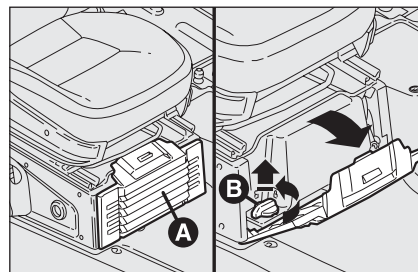

fig. 92
- ☐ Ouvrir le volet **A** et l'enlever en agissant comme illustré sur la fig. 92: